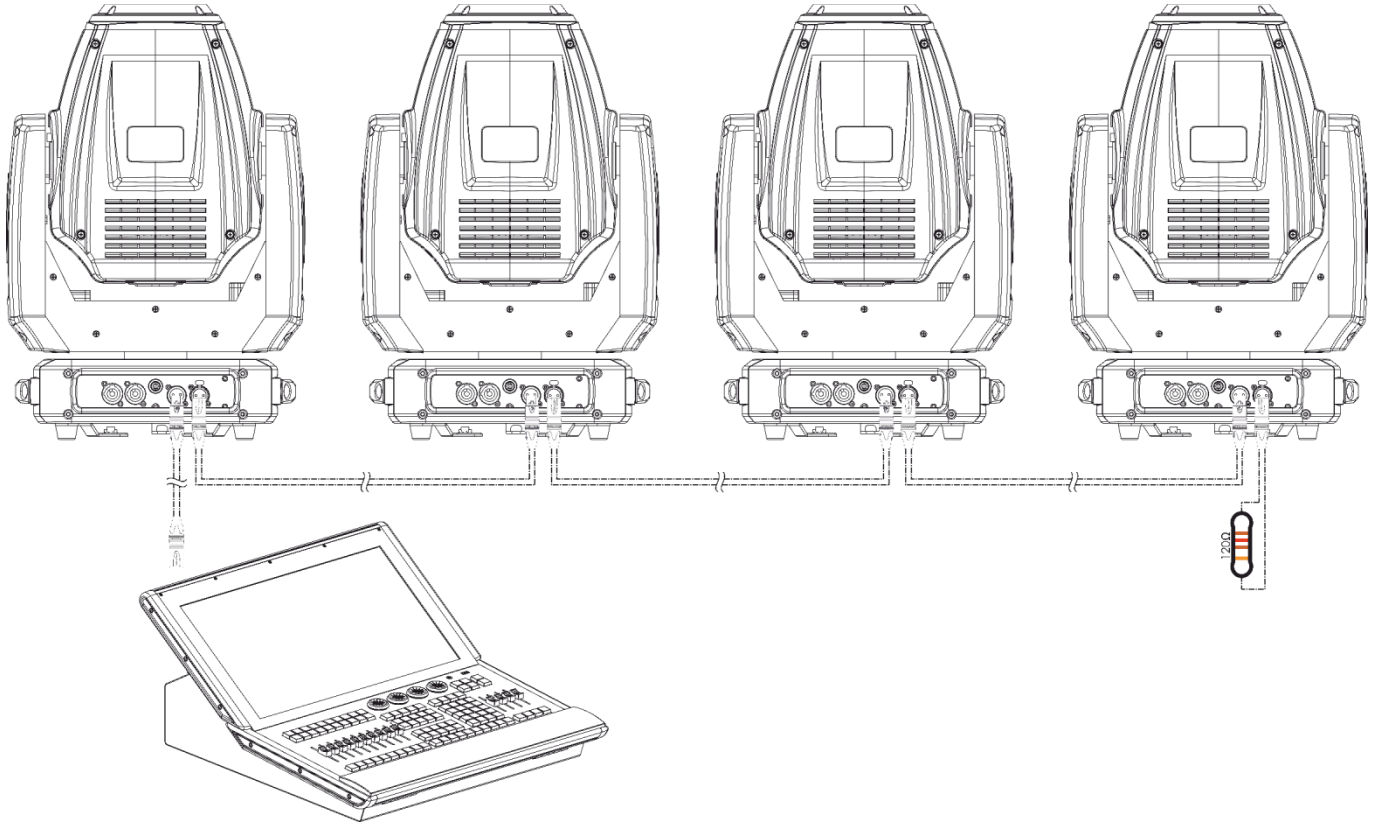

Fig. 10
- 03) Repita el paso 2 para todos los dispositivos de la conexión en cadena como se indica en la Fig. 10.